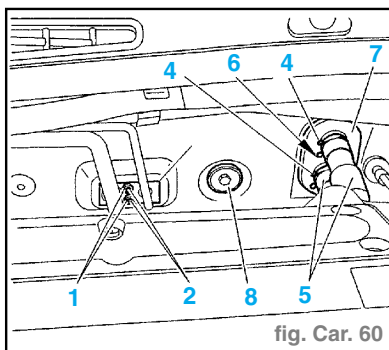

fig. Carr. 60
- Déposer les deux écrous (1) (maintenir les goujons (2) à l'aide d'une clé six pans). (fig. Carr. 60)
- Déposer l'obturateur (3).